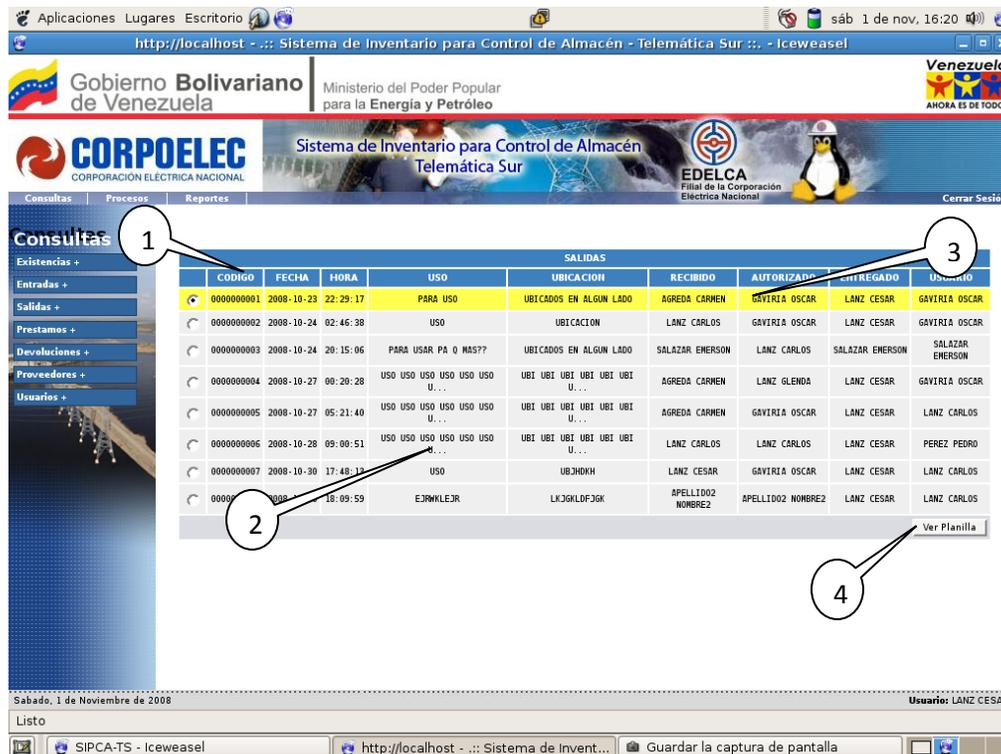

Figura 4.6. Resultado de una Consulta de Salida de Existencias.
Al consultar nos muestra una tabla parecida a la imagen siguiente donde se obtiene el código de la salida, fecha, hora, el uso correspondiente que se le dará a dicha salida de existencias, la ubicación física y exacta de donde se podrán encontrar, la persona que recibió la salida, la persona que la autorizo, la persona que la gestiono, y la persona ó el usuario de dichas existencias (1). En los campos de la tabla donde se aprecian puntos suspensivos “...” (2) quiere decir que el texto es demasiado largo para mostrarse completamente, pero se tiene la opción de seleccionar cualquiera de esas opciones (3) y ver su planilla de registro en detalle y con toda la información correspondiente (4). Ver figura 4.6.